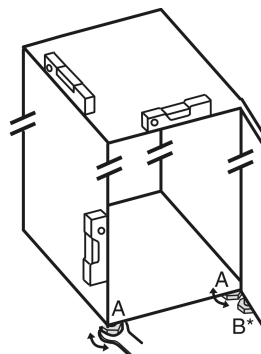

Fig. 27
- ▶ Skru ut de justerbare føttene Fig. 27 (A) ved hjelp av den medfølgende fastnøkkelen og et vater til apparatet er godt justert og i vater.
- ▶ Skru ut den justerbare foten Fig. 27 (B) på lagerbukken ved hjelp av den medfølgende fastnøkkelen til den hviler på gulvet.
- ▶ Skru den justerbare foten Fig. 27 (B) ytterligere 90°.